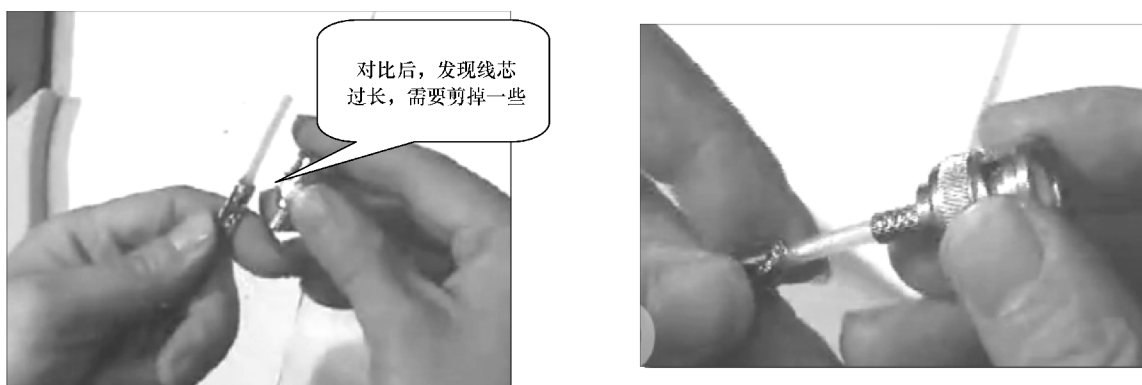

图 4-81 制作好的 BNC 头
5) 装好后同轴电缆的绝缘层正好在BNC接头内部螺纹的下面,若是开始剪绝缘层的时候,预留的绝缘层过多,就会影响BNC接头与设备的连接,如图4-81所示为BNC接头安装完成后的示意图。